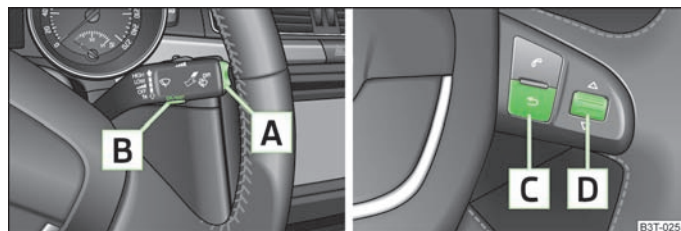

Fig. 8 Écran d'informations : Organe de commande sur la manette des essuie-glaces/organes de commande sur le volant multifonction
- Appuyez pendant plus d'1 seconde sur la touche à bascule **A** » fig. 8 pour faire afficher le **Menu principal**.
- Appuyez pendant plus d'1 seconde sur la touche à bascule **C** » fig. 8 pour faire afficher le **Menu principal**.